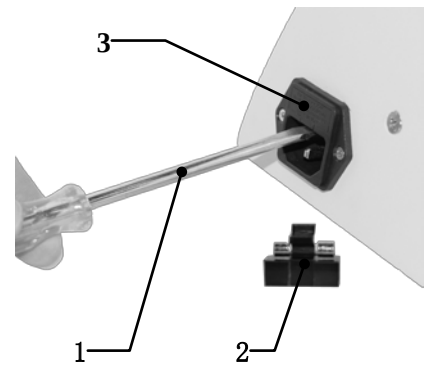

Fig.18
- (1) Apague el interruptor del equipo y desenchufe el cable de corriente.
- (2) Retire el portafusibles 2 con un destornillador plano 1 o cualquier otra herramienta tal y como se muestra en la imagen, retire el fusible dañado y sustitúyalo por uno nuevo. Vuelva a colocar el portafusibles en la toma de entrada de corriente de la unidad principal, tal y como muestra la Fig. 18.